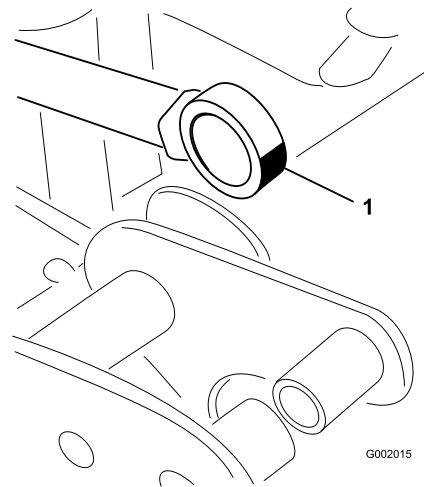

Figura 38
5. Manipule el extremo del cojinete del émbolo del actuador y aplique grasa al cojinete (Figura 38).